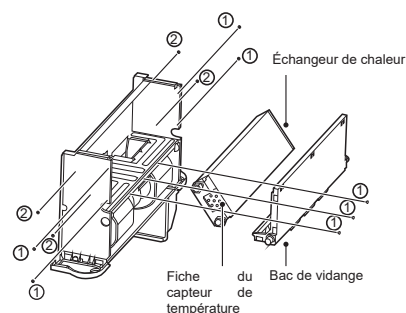

Figure 4-8 Retrait du bac de vidange et de l'échangeur de chaleur
- Comme illustré à la Figure 4-8, retirez les vis ① *7 pour retirer le bac de vidange. Retirez ensuite les vis ② *4 pour retirer l'échangeur de chaleur.